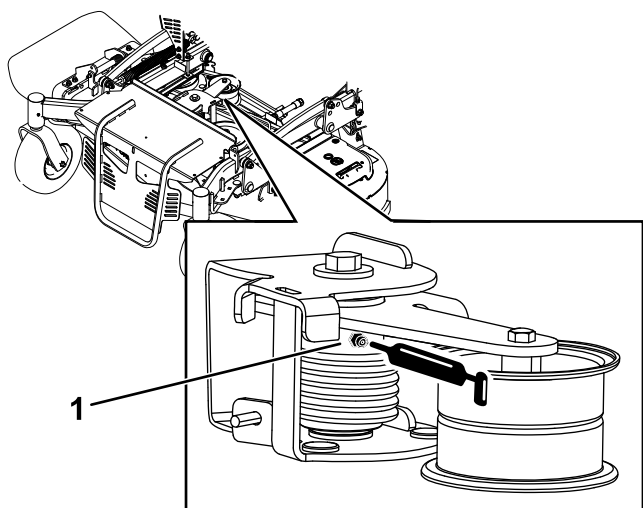

Figura 38
3. Engrase el brazo tensor de la carcasa de corte, usando grasa para altas temperaturas, en el engrasador indicado en Figura 38.